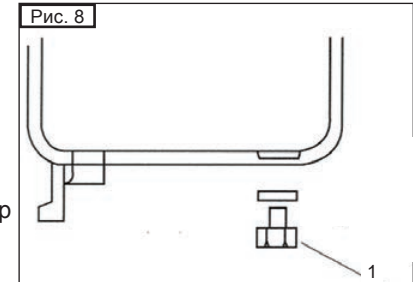

Рис. 8
винт (1) (рис. 8) отверстия для слива топлива. Слейте топливо.